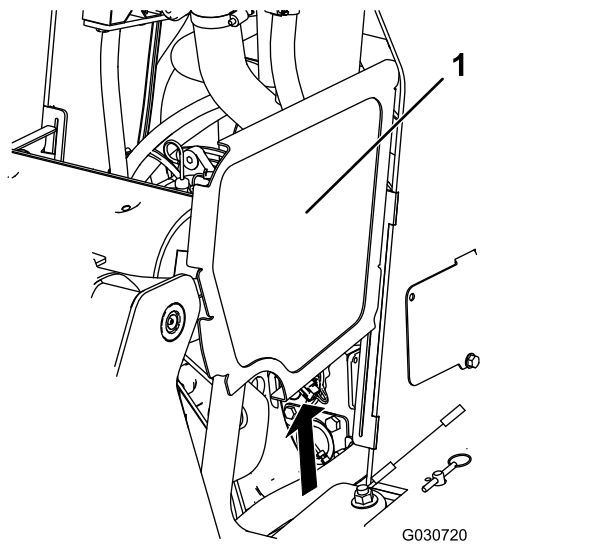

Figura 35
2. Glisați scuturile laterale de protecție (Figura 35) în sus în afara fantelor din scutul frontal și cadru.